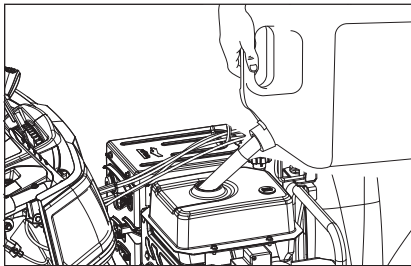

Figure 9
2. Ajoutez de l'essence jusqu'au bas du repère du niveau d'essence, dans le col du réservoir d'essence. Ne remplissez pas trop le tambour. Essayez l'essence renversée avant de démarrer la souffleuse à neige (fig. 9).